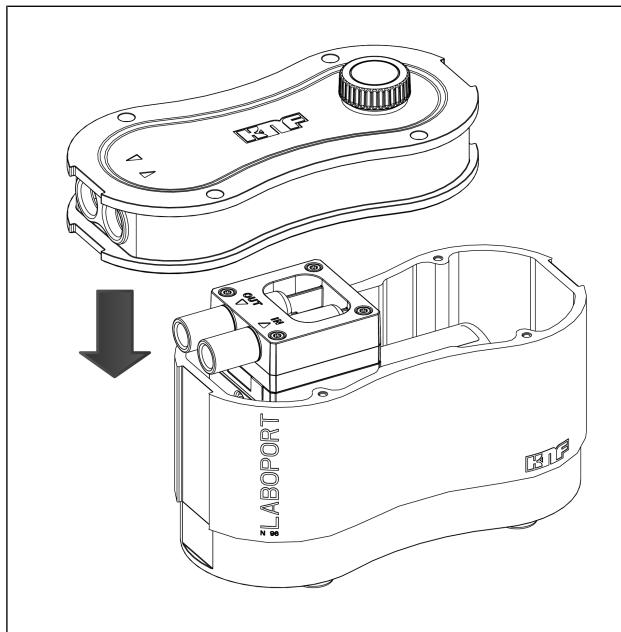

Fig.11: Mise en place du couvercle du carter
1. Remettez prudemment le couvercle du carter (Fig. 6/2) sur le carter de la pompe (3) (voir Fig. 11).